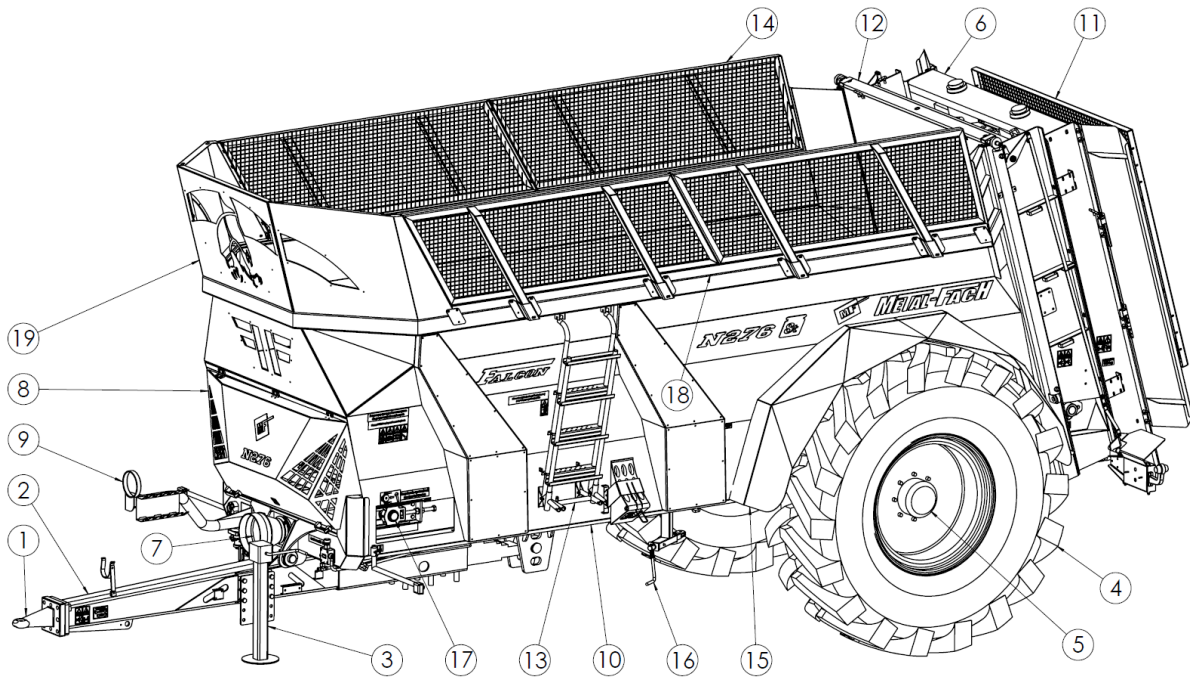

Abbildung 5. Allgemeine Konstruktion des Dungstreuers
Die Konstruktion des Streuers ist in Abbildung 5 dargestellt. Das Hauptkonstruktionselement ist die Ladekiste (10) mit starrem Einachsfahrwerk (5). Eine gefederte Deichsel mit einer festen Zugöse (1) dient zum Anschließen an die untere Anhängervorrichtung des Schleppers. Es ist auch möglich, die Öse einer Dreh- und Kugeldeichsel zu montieren. An der Deichsel ist ein hydraulischer Stützfuß (3) befestigt, um den abgestellten Streuer abzustützen, wenn er nicht mit dem Schlepper verbunden ist, und um die Höhe der Deichsel beim Abkoppeln einzustellen.